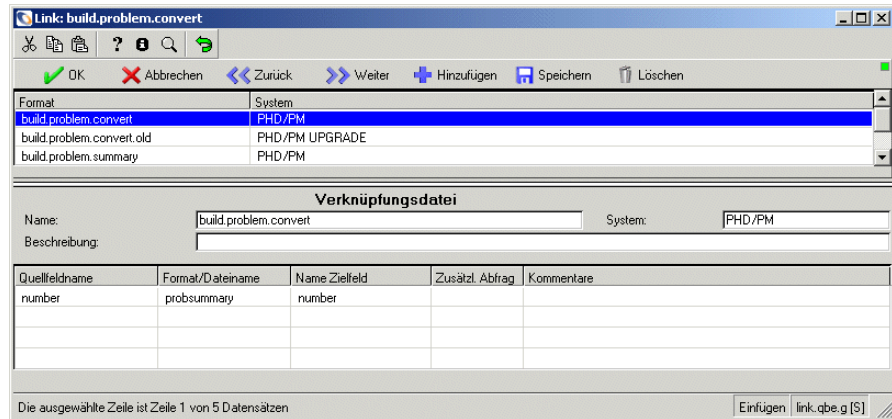

Abbildung 4-34: Verknüpfungsdatei „build.problem.convert“
- 5 Die daraufhin geöffnete Verknüpfungsliste enthält die Datensätze **build.problem.summary** und **build.problem.convert**. Abbildung 4-34 zeigt die Verknüpfungsliste.
- 15 Die in Abbildung 4-34 dargestellten Datensätze **build.problem.summary** und **build.problem.convert** müssen angezeigt werden. Ist dies der Fall, fahren Sie mit dem Erzeugen/Aktualisieren fort.